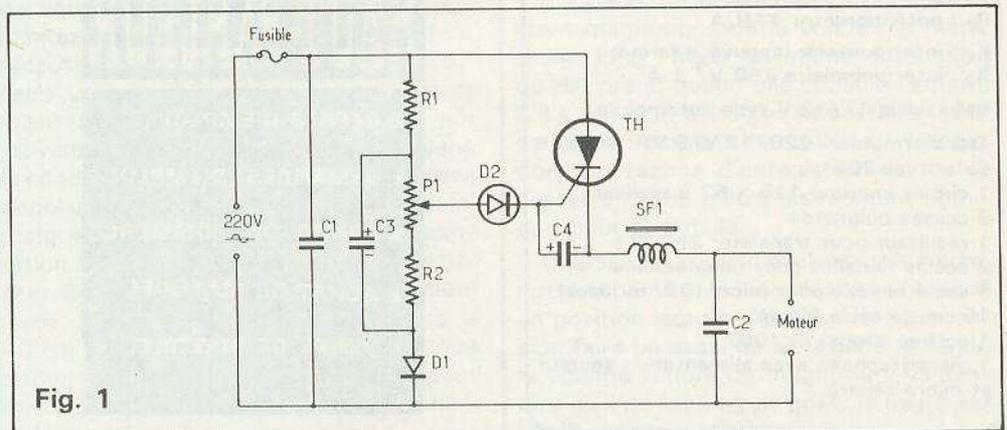

Fig. 1
Le schéma de principe de la figure 1 permet de se rendre compte de la simplicité du montage.
**Fig. 1. – Le signal tracer, en question, comporte une section amplificatrice dotée d'un circuit intégré, tandis que l'injecteur est construit, très simplement à l'aide de deux transistors.**